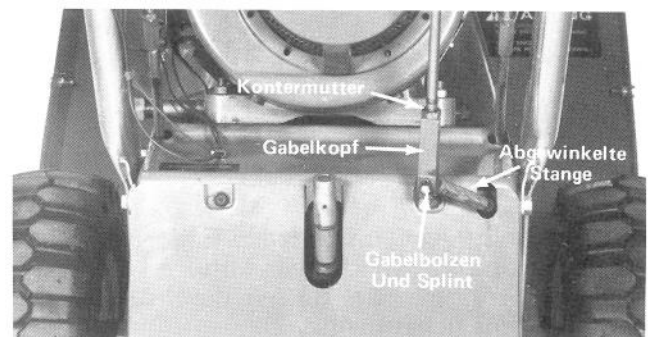

Abb. 4
2. Den Gabelkopf (Abb. 4) am Ende des Räumwerk-Kupplungsgestänges so verdrehen, dass sich die Bohrungen in der Gabel und abgewinkelten Stange decken. Dann den Gabelbolzen durch die Gabel und abgewinkelte Stange schieben und mit dem Splint sichern (Abb. 4).
3. Die Kontermutter gut gegen den Gabelkopf festziehen (Abb. 4).